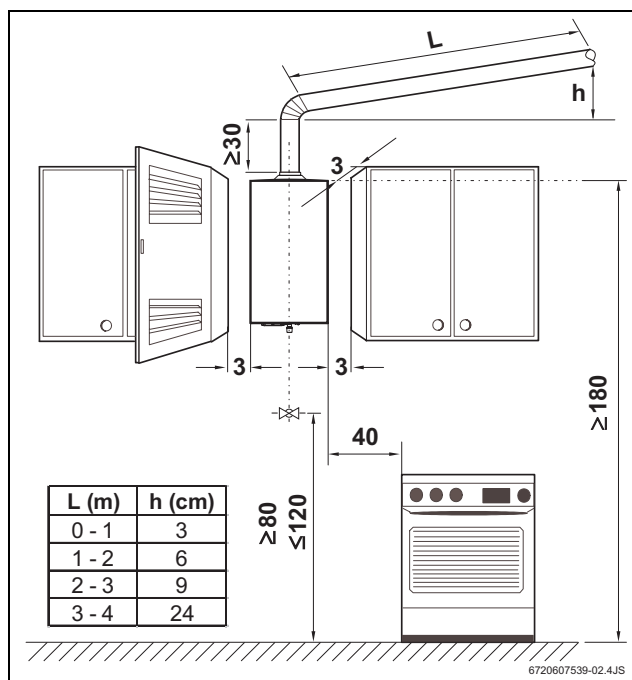

Fig. 4 Separaciones mínimas (en cm)
- Asegurar la accesibilidad en los trabajos de mantenimiento respetando las separaciones mínimas indicadas en la Fig. 4.